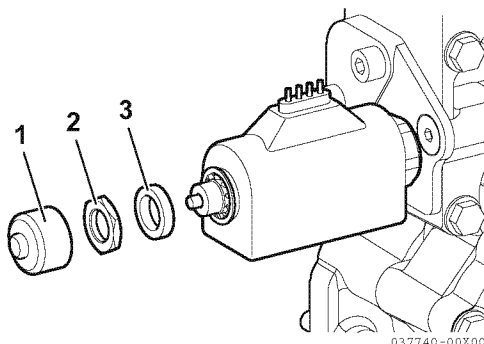

Figura 12
1. Con el motor apagado, quite la tapa (1, **Figura 12**), tuerca (2, **Figura 12**) y el collarín (3, **Figura 12**).